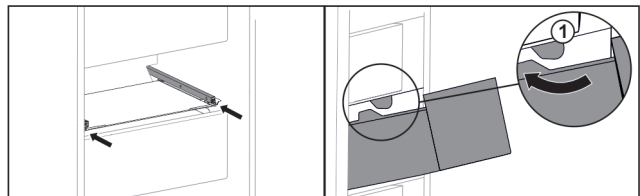

Fig. 125
- ▶ Прокарайте чекмеджето около ограничителите Fig. 125 (1).